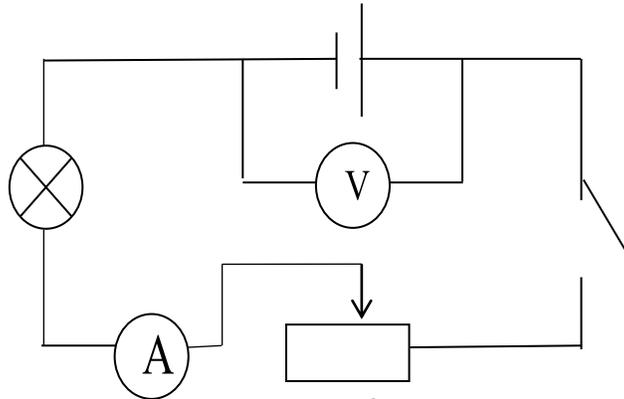

Рис. 3
1. Нарисуйте в тетради схему электрической цепи (рис. 3):